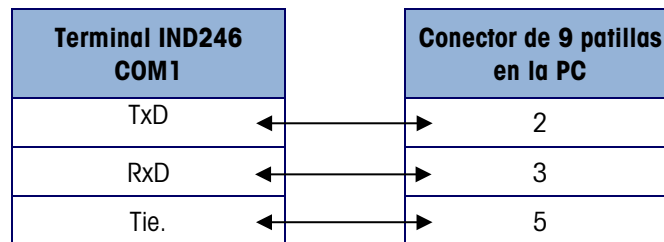

Figura 5-16: Instalación eléctrica del cable serial
5. Conecte un cable serial configurado como se muestra en la Figura 5-16 de una PC al terminal.